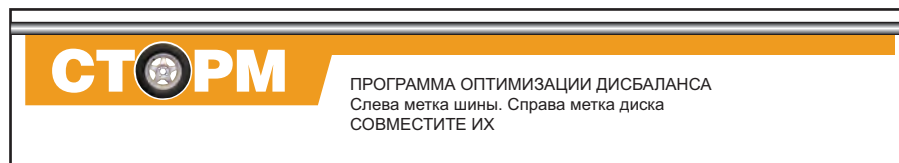

рис. 15.3
15.5. Запустите СБ. После остановки вала пояснительная надпись на экране монитора изменится (рис. 15.3).